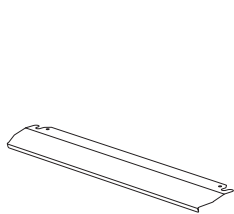

Figura 25
1. Un panel de seguridad está diseñado para proteger el panel de mandos y los botones cuando el horno está en modo de cocinar a la parrilla. (figura 25)